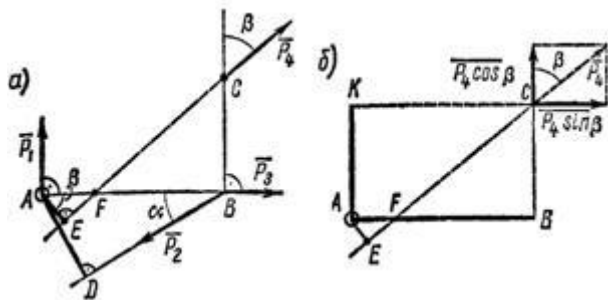

Рисунок 8
3. Определить моменты относительно точки А сил $P_1 = 40$ Н; $P_2 = 60$ Н; $P_3 = 30$ Н и $P_4 = 50$ Н, приложенных в точках А, В и С, как показано на рис. 8, а. Углы $a = 30^\circ$, $b = 50^\circ$, $AB = 2,5$ м; $BC = 1,5$ м.